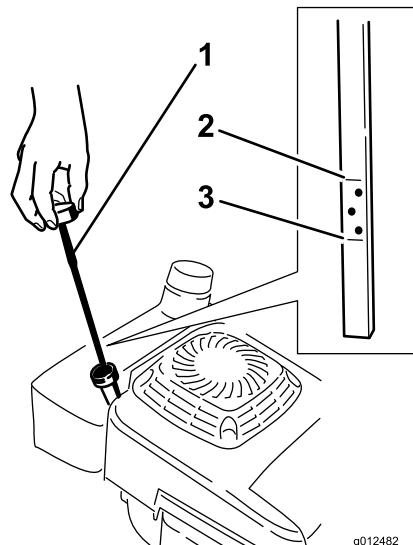

Figura 15
Antes de cada uso, compruebe que el nivel de aceite está entre las marcas Añadir y Lleno de la varilla (Figura 15).
2. Limpie alrededor de la varilla (Figura 15).
- Retire la varilla y compruebe el nivel de aceite en la misma (Figura 15).